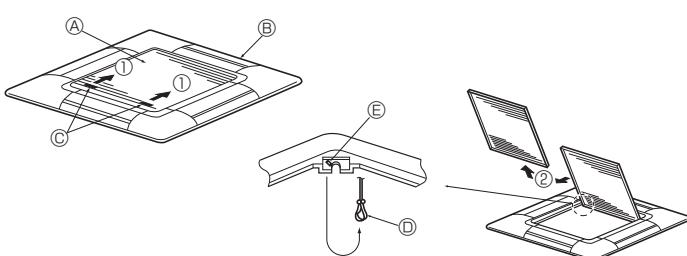

Fig. 8-3
8.2.1. Удаление воздухозаборной решетки (Fig. 8-3)
- Сдвиньте рычаги в направлении, обозначенном стрелкой ①, чтобы открыть воздухозаборную решетку.
- Пока воздухозаборная решетка находится в "открытом" положении, удалите стержень воздухозаборной решетки с вентиляционной решеткой в направлении стрелки ②.